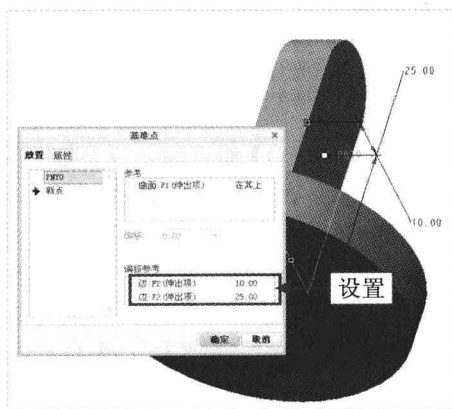

图 7-60 设置参数
Step 03 在“模型”选项卡中，单击“基准”面板中的“点”按钮，弹出“基准点”对话框，在模型中单击鼠标左键，并拖动句柄，设置各参数，如图 7-60 所示，单击“确定”按钮。